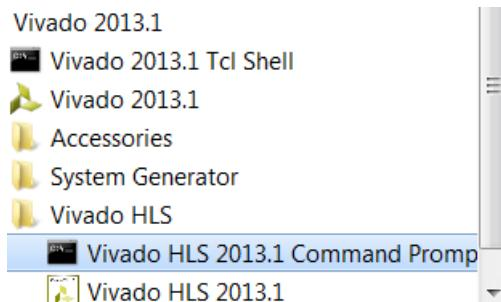

Figure 107 Vivado HLS Command Prompt
- a. On Windows use **Start > All Programs > Xilinx Design Tools > Vivado 2013.1 > Vivado HLS > Vivado HLS 2013.1 Command Prompt** (Figure 107).